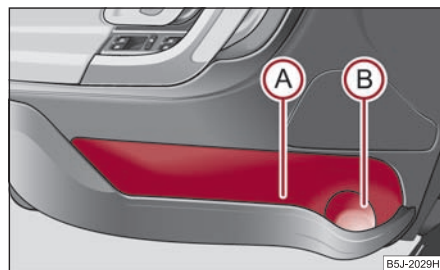

Fig. 111 Vide-poches dans la contre-porte
Afin de ne pas entraver le bon fonctionnement de l'airbag latéral, utilisez le niveau ① ⇒ fig. 111 du vide-poches pour y mettre des objets ne dépassant pas. ■